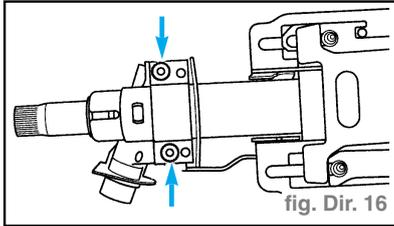

fig. Dir. 16
- Déposer les vis auto-cassantes (flèches) (fig. Dir. 16).